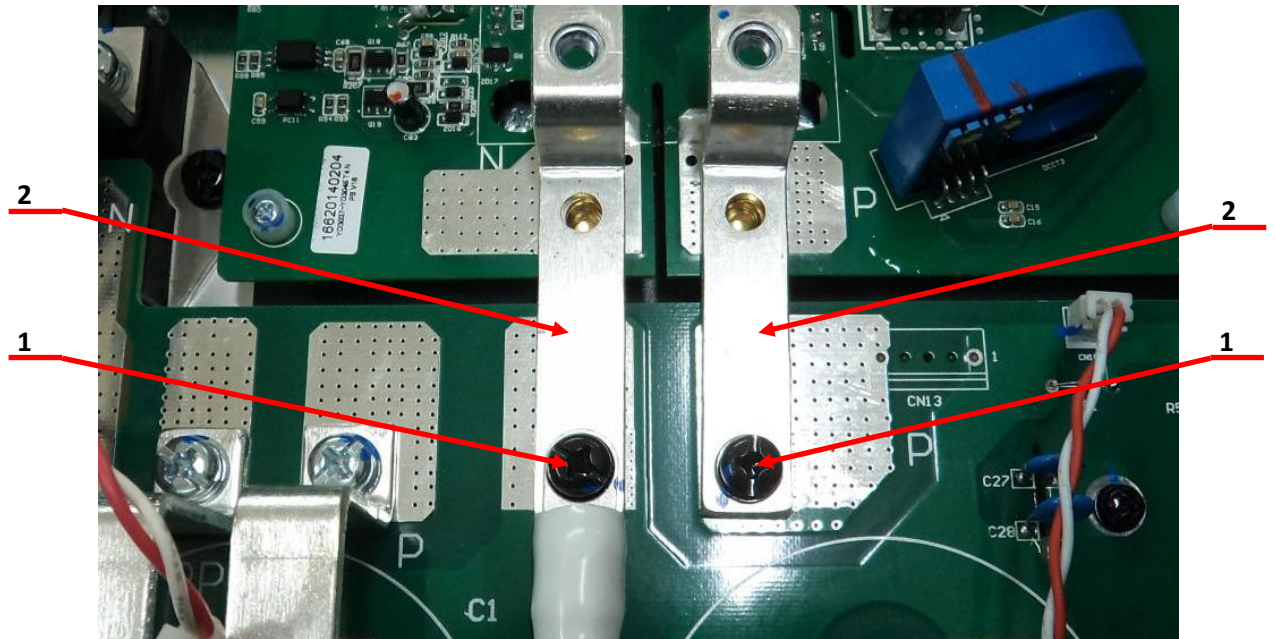

Рис.6.16
6.7.10. Открутить два винта поз.1 (рисунок 6.16) и положить их в тару 3.1.17. Извлечь шины звена постоянного тока поз.2 и положить их в тару 3.1.16.
6.7.11. Открутить 4 винта поз.1 (рисунок 6.16) и положить их в тару 3.1.17. Извлечь плату драйверов поз.2, вместе с силовой матрицей IGBT, и положить её в тару 3.1.18.